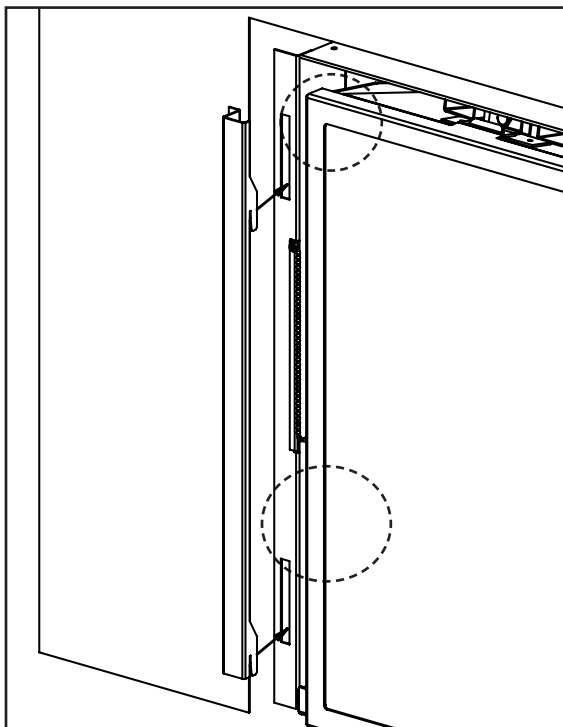

Figure 41: Slot du panneau et des crochets
2. Installer le panneau Trimmable en fixant les quatre crochets sur les fentes correspondantes qui se trouvent sur le devant de l'appareil E44 (voir les figures 41 et 42)